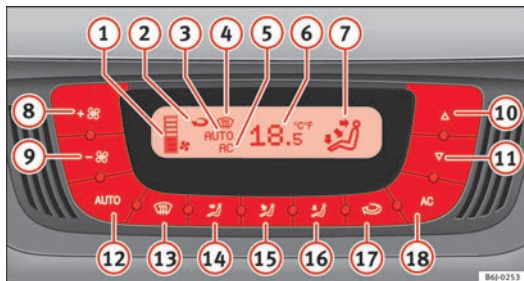

Abb. 96 In der Instrumententafel: Bedienelemente Climatronic
- Drücken Sie die Tasten 10 und 11 ⇒ Abb. 96, um die Temperatur einzustellen.
- ① Anzeige der Gebläsestufe
- ② Anzeige für Umluftstellung
- ③ Anzeige **AUTO** (Automatikbetrieb)
- ④ Defrost-Anzeige
- ⑤ Anzeige AC (Klimaanlage ist eingeschaltet)
- ⑥ Anzeige der gewählten Innenraumtemperatur
- ⑦ Anzeige der Luftstromrichtung
- ⑧ Erhöhung der Gebläseleistung
- ⑨ Verringerung der Gebläseleistung
- Drücken Sie die Taste **AUTO**. Die Anzeige  $\Rightarrow$  Abb. 96 **7** er-scheint.
- Drücken Sie die Tasten **10** und **11**  $\Rightarrow$  Abb. 96, um die im Fahrzeuginnenraum gewünschte Temperatur einzustellen. Es wird empfohlen, eine Temperatur von 22 °C (72 °F) einzustellen.
- Drücken Sie eine der Tasten  $\Rightarrow$  Abb. 96 **14** bis **16** oder drücken Sie den Gebläseregler **8** und **9**. Die Anzeige **3** erlischt.
Das Gebläse kann mit den Tasten **8** und **9** eingestellt werden  $\Rightarrow$  Abb. 96. Ist das Gebläse ausgeschaltet (am Display wird keine Gebläsestufe **1** angezeigt) und die Taste **9** gedrückt gehalten, wird die Climatronic ausgeschaltet. Dies wird durch **OFF** im Display angezeigt.
- Drücken Sie die Taste , um den Umluftbetrieb ein- oder auszuschalten. Der Umluftbetrieb ist eingeschaltet, wenn das Symbol  ⇒ Abb. 96 im Display angezeigt wird.